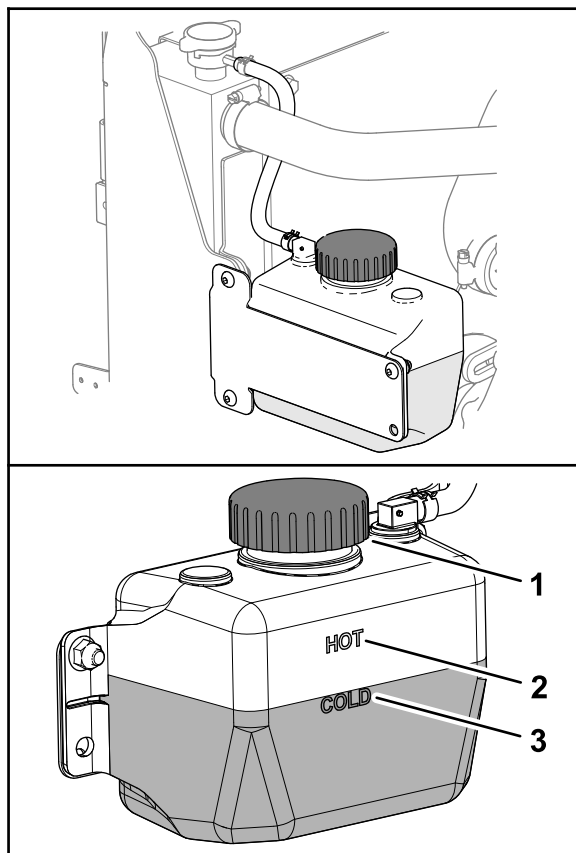

Figure 141
3. Vérifiez le niveau de liquide de refroidissement dans le réservoir (Figure 141).